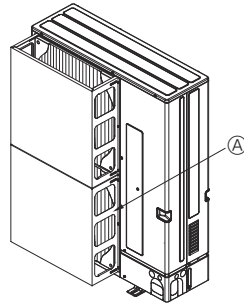
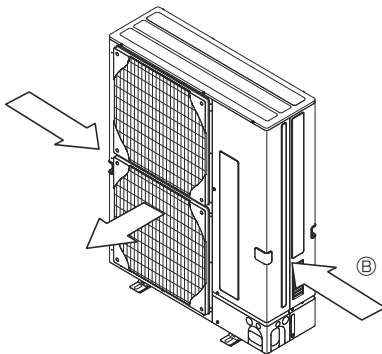

Fig. 2-4
Fig. 2-5
- ② Ünite, tayfun ve başka nedenlerden oluşan güçlü rüzgârların doğrudan hava çıkışına girebileceği bir yere monte edilmişse, isteğe bağlı olarak sağlanan bir hava kılavuzu monte edin. (Fig. 2-4)
- ④ Hava koruma kılavuzu
- ③ Cihazın konumunu, mümkünse, hava çıkışından gelen havanın, mevsimsel rüzgarlarının yönüne dik gelmesini sağlayacak şekilde seçin. (Fig. 2-5)
- ⑤ Rüzgarın yönü